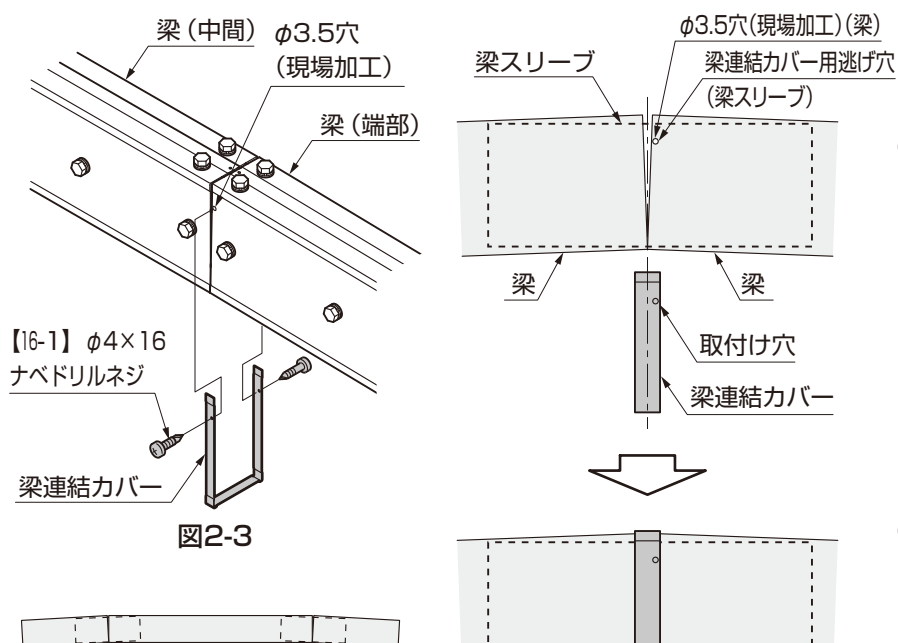
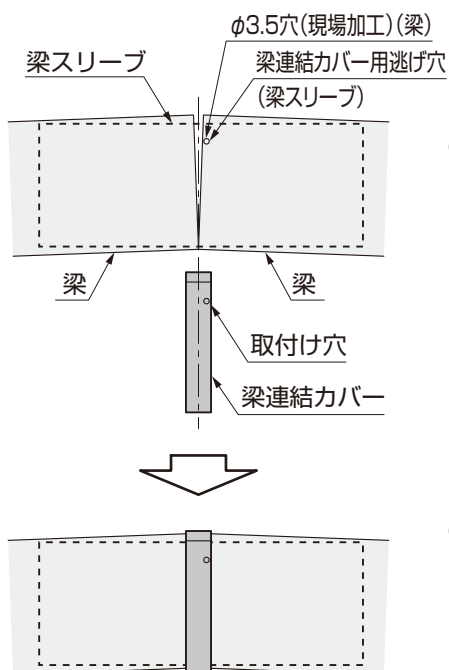

図2-3
図2-4
- ④ 梁スリーブの「梁連結力バー用逃げ穴」の位置に合わせて、梁に梁連結力バー取付用の下穴φ3.5をあけてください。(図2-3、図2-4参照)
- ⑤ 梁連結部に梁連結力バーを【16-1】で取付けてください。(図2-3参照)
(2) 梁固定金具の取付け
① 梁に梁固定金具裏板を挿入し、梁固定金具A (または丸柱スペーサーBと丸柱取付材) を【13-2】、【13-3】 (または【14-2】、【14-3】) で取付けてください。